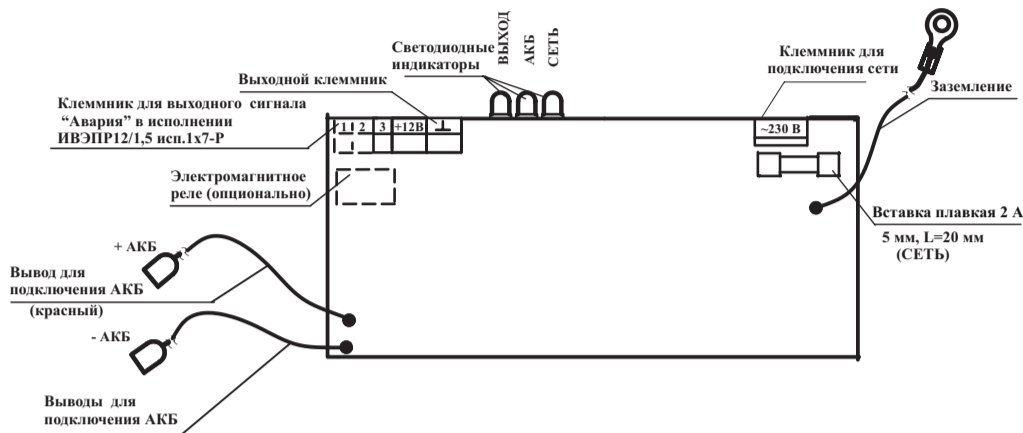

Рисунок 1 – Плата источника
6.3 Подключение соединений производить в следующей последовательности (см. рисунок 1):